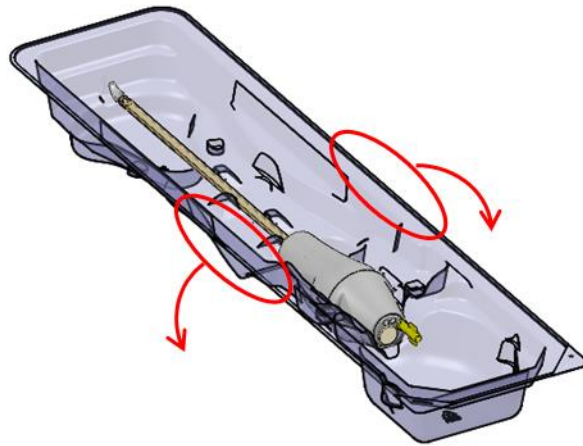

Figure 33 : Retrait de l'UA du plateau d'emballage
1. Manipulateur IRM : à l'aide de l'onglet Circuit de fluide (FC) de l'écran du PSIB (ou de l'encadré informatif FC de l'espace de travail Configuration de la TDC), faire couler l'eau dans l'UA en cliquant sur **Marche**.
5. Manipulateur IRM : en tenant le plateau d'emballage de l'UA par la longueur, fléchir le plateau pour libérer l'UA de ses éléments d'encliquetage (*Figure 33*).